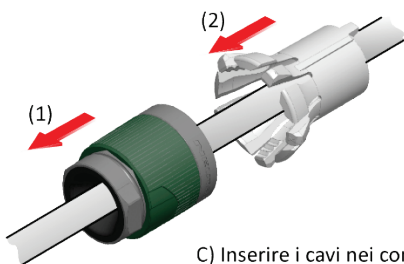

**FIG.11**
- Le FIG.10 e FIG.11 mostrano il possibile orientamento del diffusore sull'asse orizzontale: la FIG.10 per il diffusore montato verticalmente, la FIG.10 per il diffusore montato orizzontalmente.